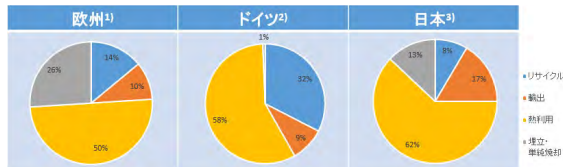

図1 欧州平均、ドイツ、日本の廃プラスチックリサイクルの現状
欧州、ドイツ、および日本の廃プラスチックリサイクルの現状を図1に示す。この結果から、主に以下のことが言える。なお、輸出はリサイクルから分離して区別した。
- ① 図1で示した日本の廃プラリサイクル状況を当てはめてみると、リサイクルは輸出を含めて25%となる。これは欧州の中でも下位に相当する。
- ② 埋立(Landfill)は欧州各国で対応が非常にまちまちである。
- ③ 埋立をマイナス評価にすると、欧州ではオランダとノルウェーがドイツ以上の廃プラスチックリサイクルのトップランナー。